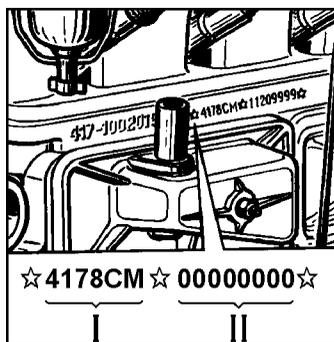

Рис. 1.5. Расположение идентификационного номера двигателей УМЗ:
**Модель, год выпуска и номер двигателя** располагаются на блоке цилиндров двигателя с левой стороны (рис. 1.5 и 1.6).